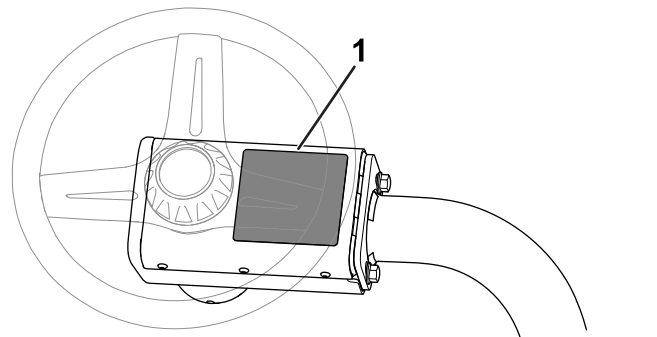

Figure 15
- Apposez l'autocollant de sécurité CE (réf. 136-8505) sur l'autocollant de sécurité existant (réf. 136-8506). La Figure 15 indique l'emplacement de l'autocollant de sécurité.